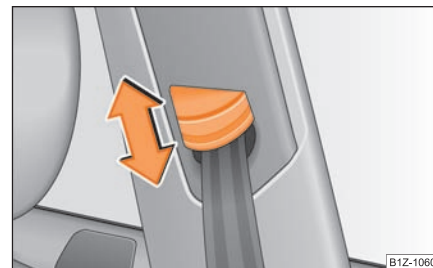

Fig. 174 Asiento delantero: ajuste de la altura del cinturón
- Desplace el herraje de inversión en el sentido deseado, hacia arriba o hacia abajo ⇒ página 175, fig. 174.